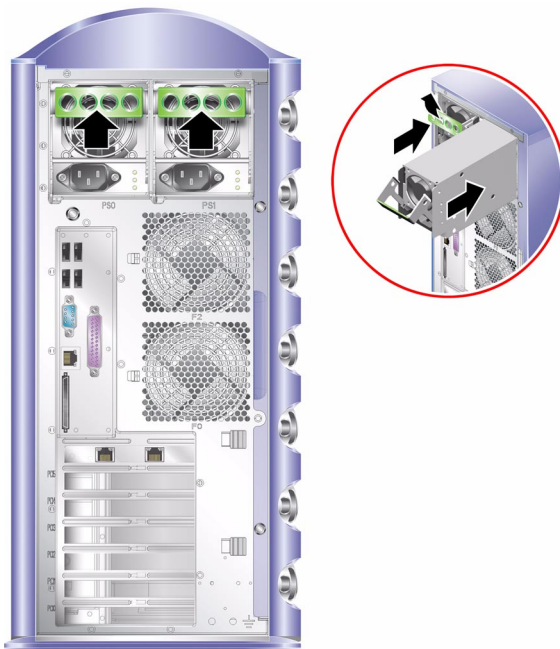

РИС. 2-5 Замена блока питания
8. Нажмите на ручку до щелчка. См. РИС. 2-5.